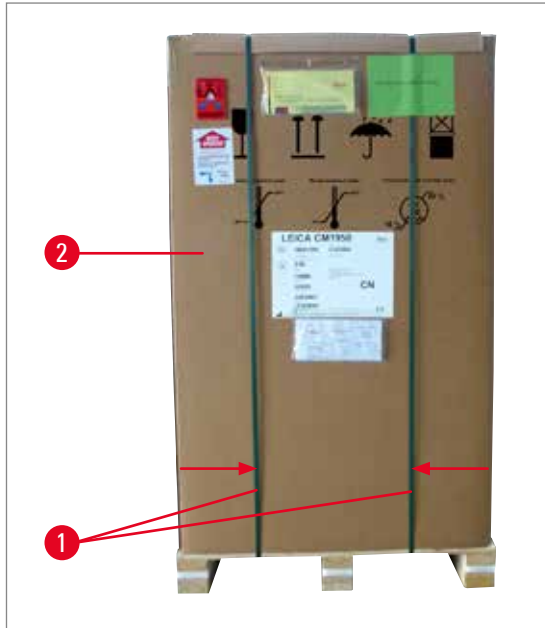

Fig. 1
2. Tenez-vous à côté de la caisse, et coupez les bandes à l'emplacement indiqué (voir les flèches de la (→ Fig. 1).